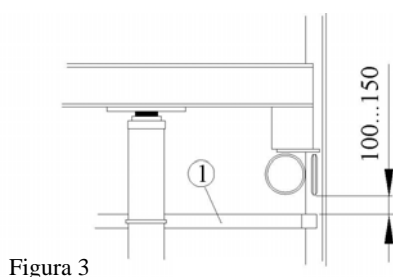

Figura 3
La distanza tra la traversa (1) e l'arcata deve essere di 100 ...150 mm con arcata sul buffer completamente compresso (figura 3)